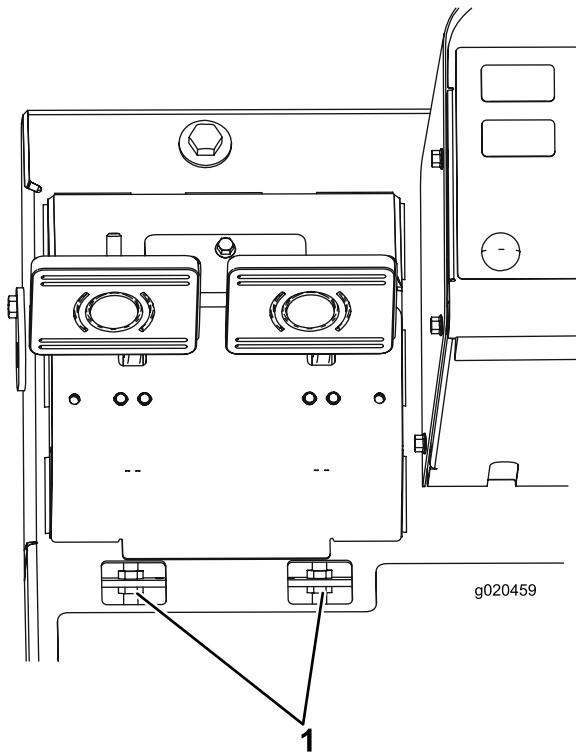

Рисунок 70
- B. Отпустите переднюю гайку на резьбовом конце гибкого тросика тормоза (Рисунок 70).